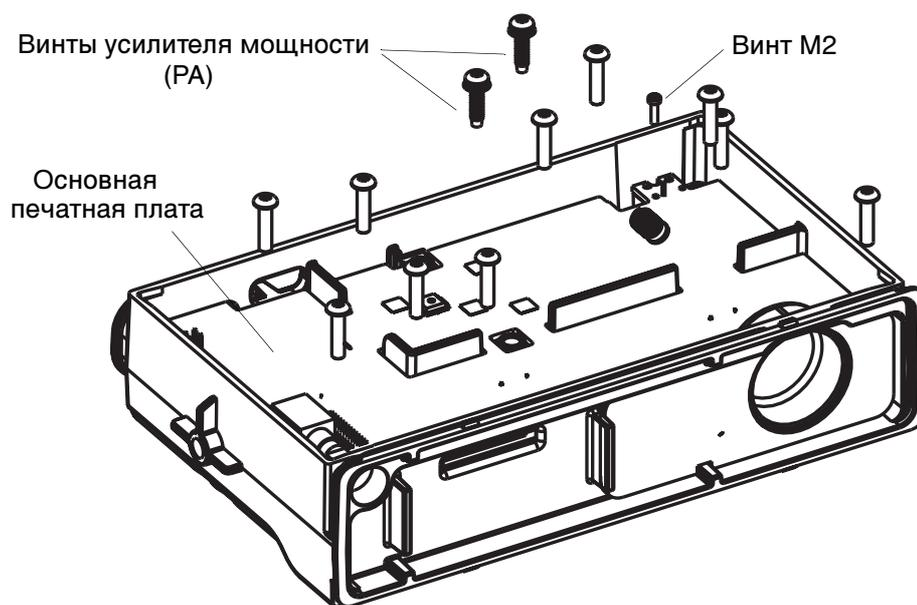

Рис. 2-10 Демонтаж основной печатной платы (для радиостанций без зажима усилителя мощности)
1. Снимите прижимные винты усилителя мощности. См. рис. 2-10.